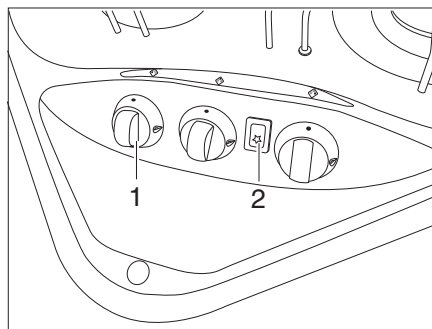
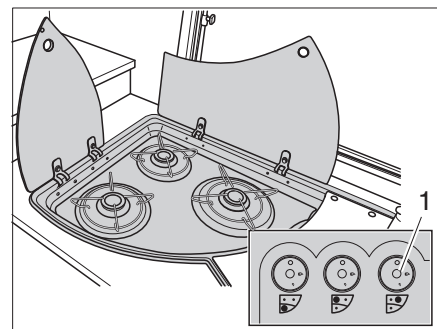

Bild 133 Bedienelemente für Gaskocher
Bild 134 Alternative: Bedienelemente für Gaskocher
- Drehregler (Bild 133,1 oder Bild 134,1) der gewünschten Brennstelle auf Zündposition (große Flamme) drehen.
- Wenn eine Zündtaste (Bild 133,2) vorhanden ist: Funke durch Drücken der Zündtaste erzeugen.